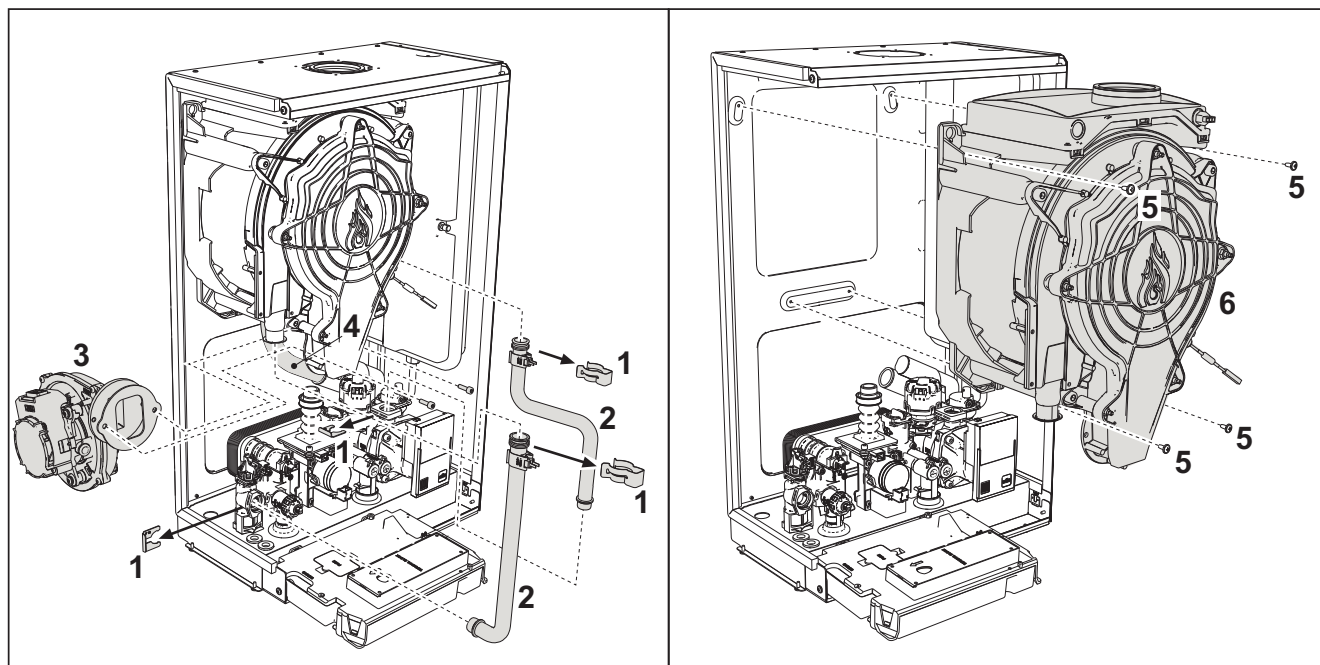

fig. 41 - Scambiatore principale
- Togliere le 2 viti **superiori** "5" di fissaggio scambiatore al telaio (fig. 41)
- Allentare le 2 viti **inferiori** "5" di fissaggio scambiatore al telaio (fig. 41)